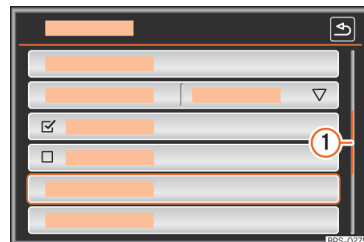

Fig. 205 Possibles entrées d'une liste d'un menu de réglages.
Si plusieurs entrées, outre celles affichées à l'écran, peuvent être sélectionnées dans la liste, une barre de défilement s'affiche à droite de l'image » fig. 205 ①.